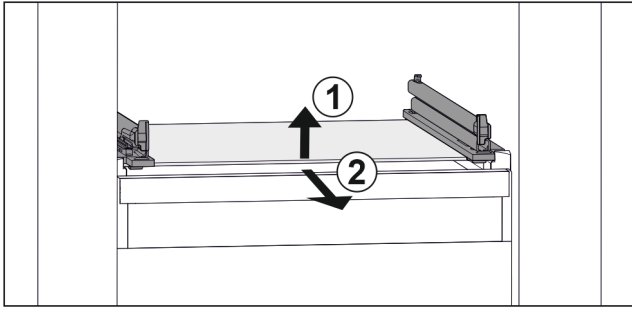

Fig. 110 Przykładowa prezentacja płyty szklanej
- ▶ Unieść płytę szklaną z przodu. Fig. 110 (1)
- ▶ Wyjąć płytę szklaną do przodu. Fig. 110 (2)